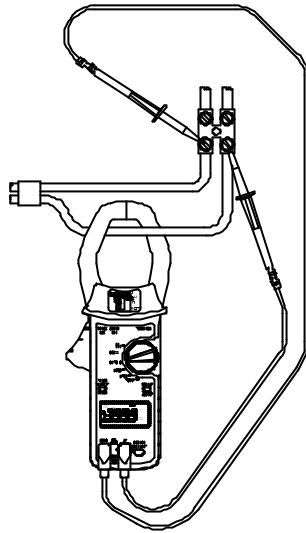

Abb. 4
- Den Zangenöffnungshebel drücken, um die Backen zu öffnen und sie, wie in Abb. 4 dargestellt, um den stromführenden Leiter herumzulegen.
- Wenn das Meßgerät bei angeschlossenen Spannungskabeln und am Leiter angelegten Zangen auf Leistungsmessung eingestellt ist (Abb. 4), zeigt das Gerät die Frequenz der Stromquelle an (bei $A_{\text{eff}} > 10\text{A}$). Bei $A_{\text{eff}} < 10,0\text{A}$ wird die Spannungsfrequenz gemessen (bei $V_{\text{eff}} > 10\text{V}$). Anderfalls wird ---,- angezeigt.